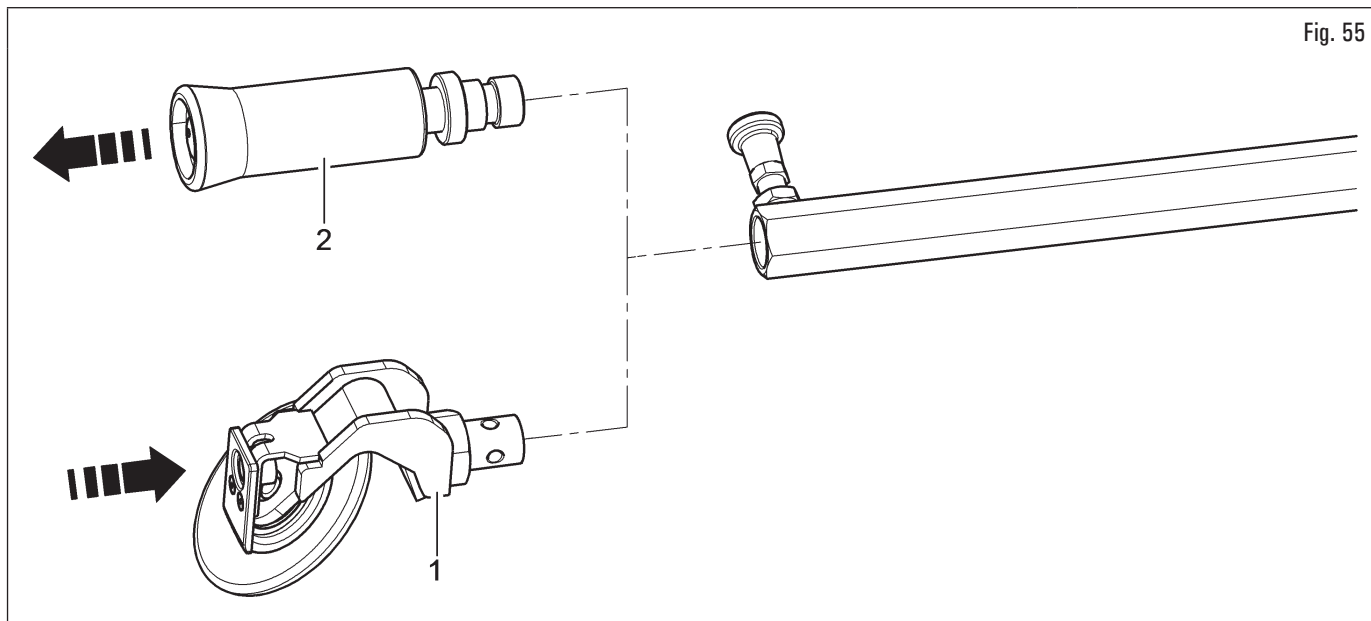

Fig. 55
- s'assurer que le rouleau incliné (Fig. 55 réf. 1) est monté sur le dispositif pousse-lève talon à la place du rouleau pousse-talon (Fig. 55 réf. 2).